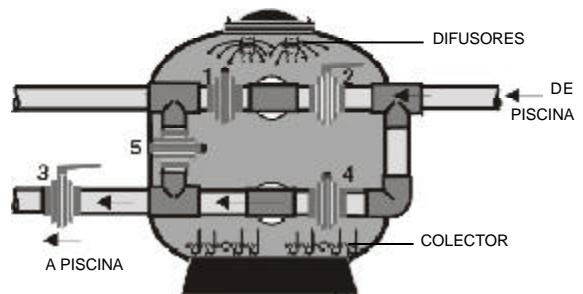

FIG.6
7. CICLO NORMAL DE FUNCIONAMIENTO (FIG.6)